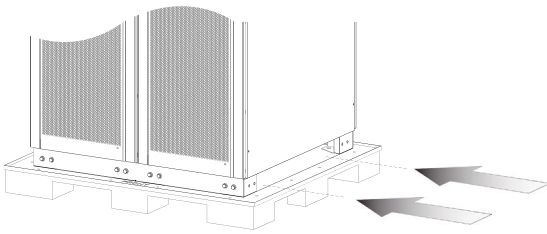

图4-5: 货叉位置
5. 使用货叉从侧面插入机器底部（图 4-5）；货叉长度必须大于机柜宽度；